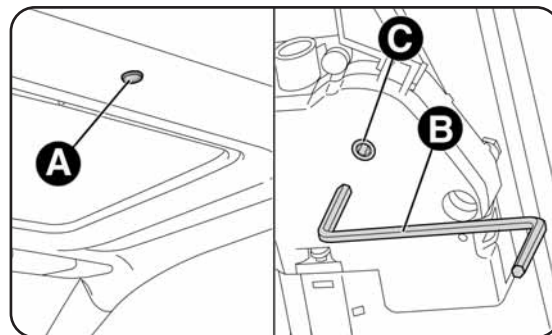

fig. 55
- retirer le bouchon de protection A-fig. 55 situé au centre du pavillon;